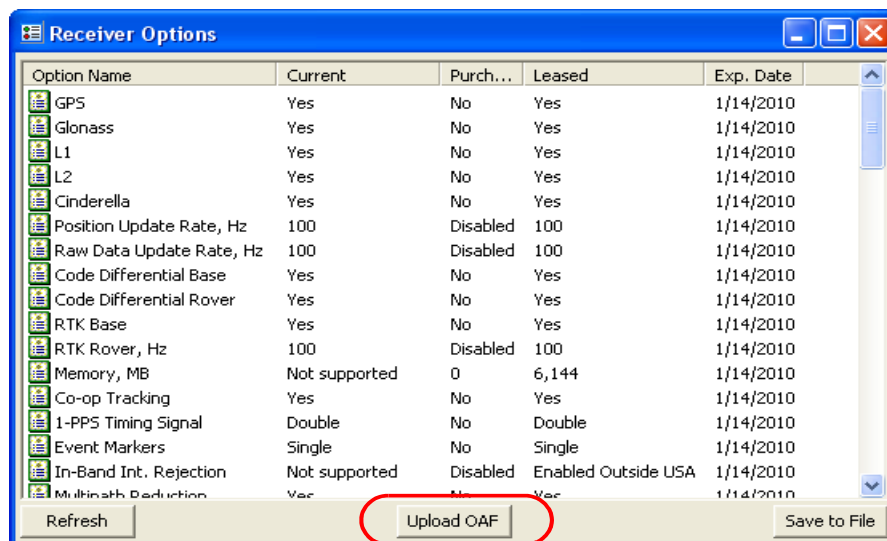

Рис. 5-5. Опции приемника
2. Нажмите кнопку **Upload OAF** в нижней части окна *Receiver Options* (см. Рис. 5-5).